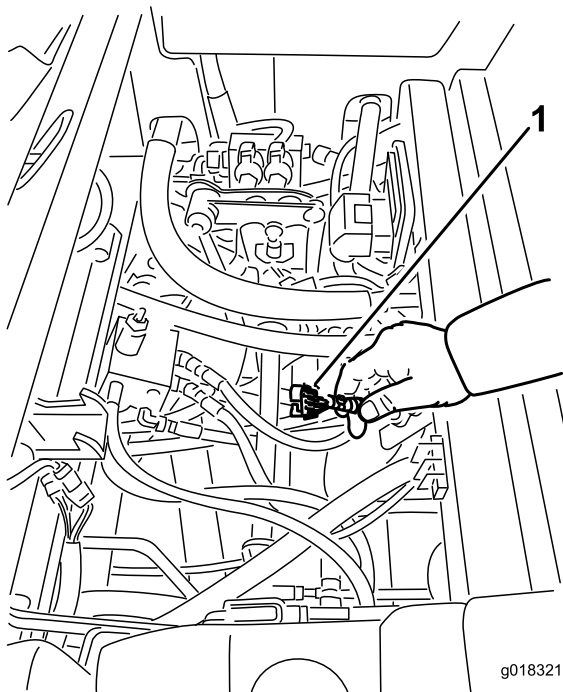

図 21
3. コントローラの近くにあるワイヤハーネスとそのコネクタを探し出す（図 21）。